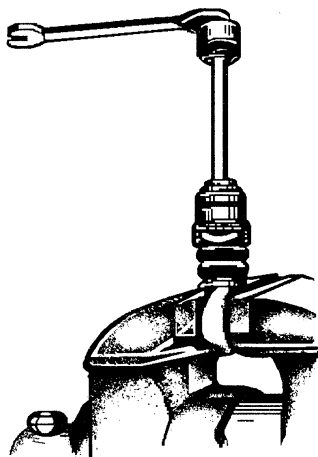

Рис. 4.4. Отвертывание гайки штока заднего амортизатора
- закрепить шток в тисках за верхний наконечник и отвернуть гайку 24 штока в соответствии с рис. 4.4;